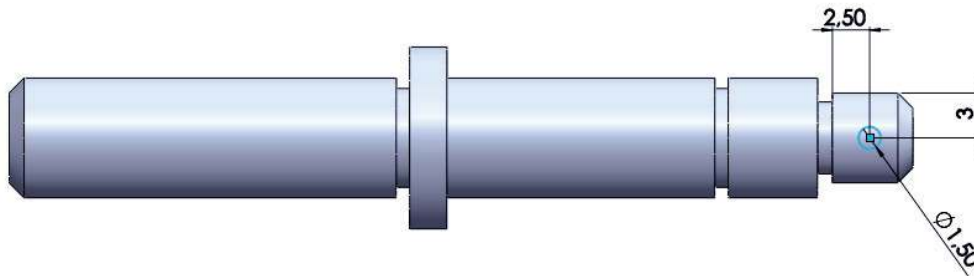

Figure 4
- Représenter le cercle du perçage puis faire la cotation comme l'indique la figure 4.